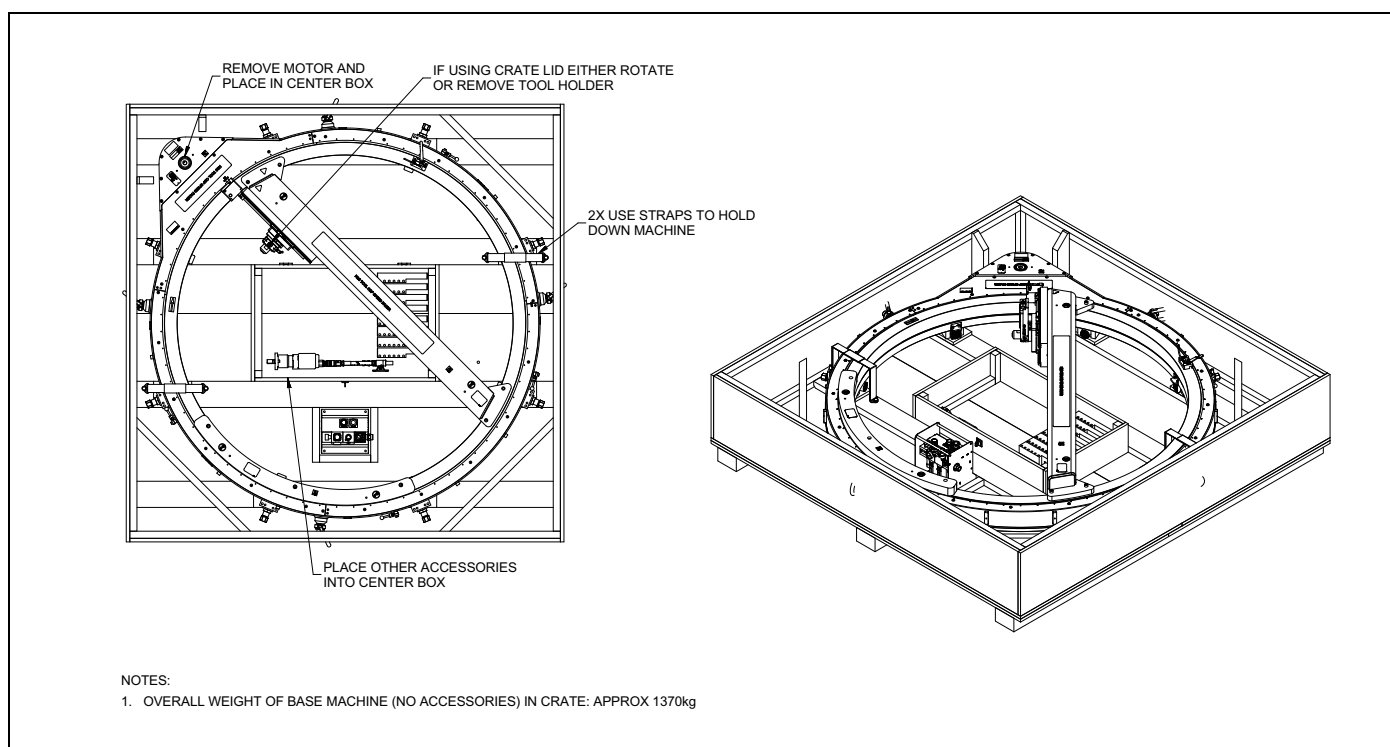

РИСУНОК 6-8. ТРАНСПОРТНЫЙ КОНТЕЙНЕР ДЛЯ ODF70
5. Модель ODF70 и меньшие модели следует хранить в оригинальной транспортной коробке (см. Рис. 6-8 на стр. 57.).
Модель ODF70 и меньшие модели могут поставляться в оригинальном транспортном контейнере, как показано на Рис. 6-8..